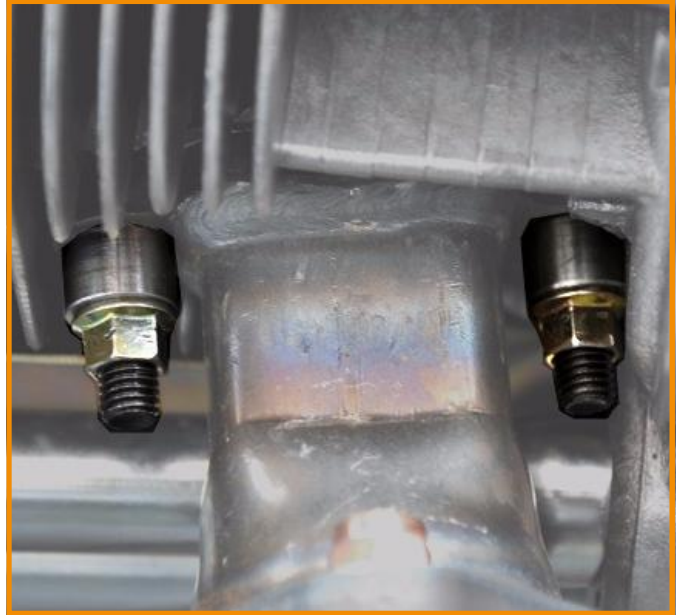

Fig. 4
- Bei Zylinderköpfen Bj. 79- (eckiger Flansch) müssen pro Rohrstutzen die beigelegten Distanzstücke Ø 15x10 aufgesteckt werden, bevor Sie mit Hilfe der Muttern die Flansche endgültig sichern. (Fig. 4)